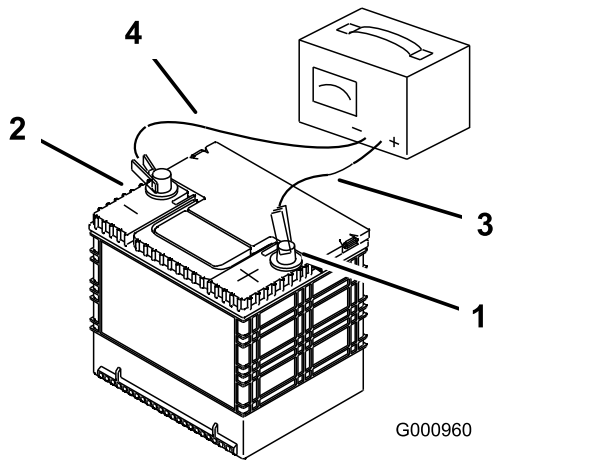

Figura 77
2. Cuando la batería esté completamente cargada, desconecte el cargador de la toma de electricidad, luego desconecte los cables del cargador de los bornes de la batería (Figura 77).